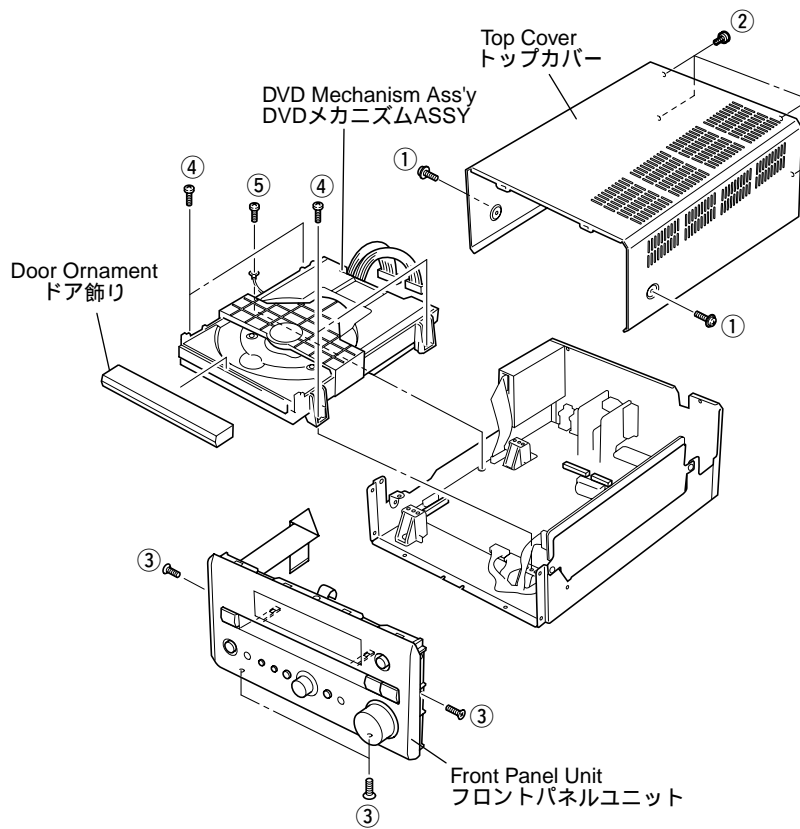

Fig. 1
- a. Remove 2 screws (①) and 4 screws (②). (Fig. 1)
- b. Slide the Top Cover rearward to remove it. (Fig. 1)
- a. ①のネジ2本、②のネジ4本を外します。(Fig. 1)
- b. トップカバーを後方へスライドさせ取り外します。(Fig. 1)
- a. Open the tray, remove the door ornament and close the tray. (Fig. 1)
- b. Remove 4 screws (③). (Fig. 1)
- a. トレーを開き、ドア飾りを外し、トレーを閉じます。(Fig. 1)
- b. ③のネジ4本を外します。(Fig. 1)
- a. Remove 4 screws (④) and a screw (⑤). (Fig. 1)
- a. ④のネジ4本、⑤のネジ1本を外します。(Fig. 1)